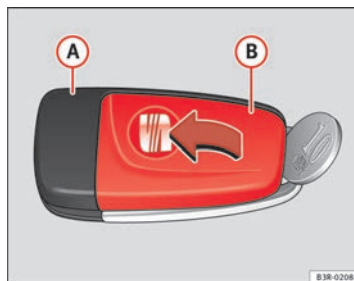

Fig. 69 Chiave principale: Aprire la copertura
- Separare **con cautela**, facendo leva con una moneta, la parte della chiave ⇒ fig. 69 A ed la copertura B.